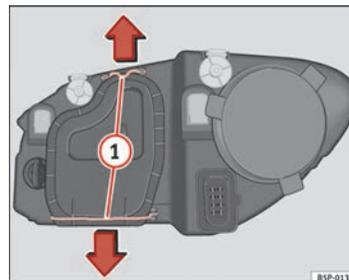

Fig. 187 Luz de cruce
- Desplace los tirantes ⇒ fig. 187 (1) en el sentido de la flecha y saque la tapa.